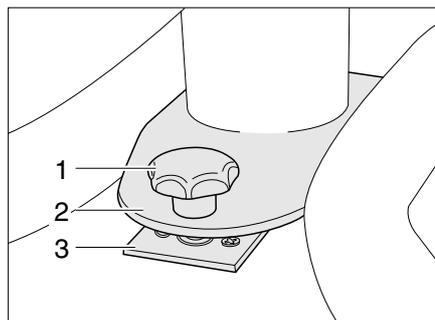

Bild 87 Arretierung fester Tisch
- Den festen Tisch mit der Lochplatte (Bild 87,2) auf die Halterung (Bild 87,3) stellen.
- Den festen Tisch so verschieben, dass die Halteschraube (Bild 87,1) in die Halterung (Bild 87,3) geschraubt werden kann.